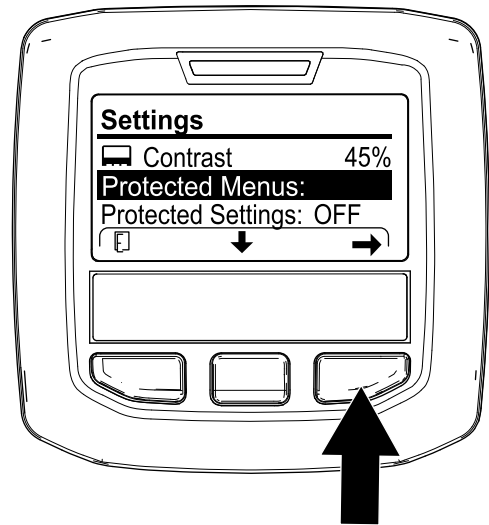

Bild 123
4. Drücken Sie die mittlere InfoCenter-Taste, bis die Option GESCHÜTZTE MENÜS ausgewählt ist (Bild 123), drücken Sie die rechte Taste und geben Sie Ihren vierstelligen PIN-Code ein (z. B. 1 2 3 4).